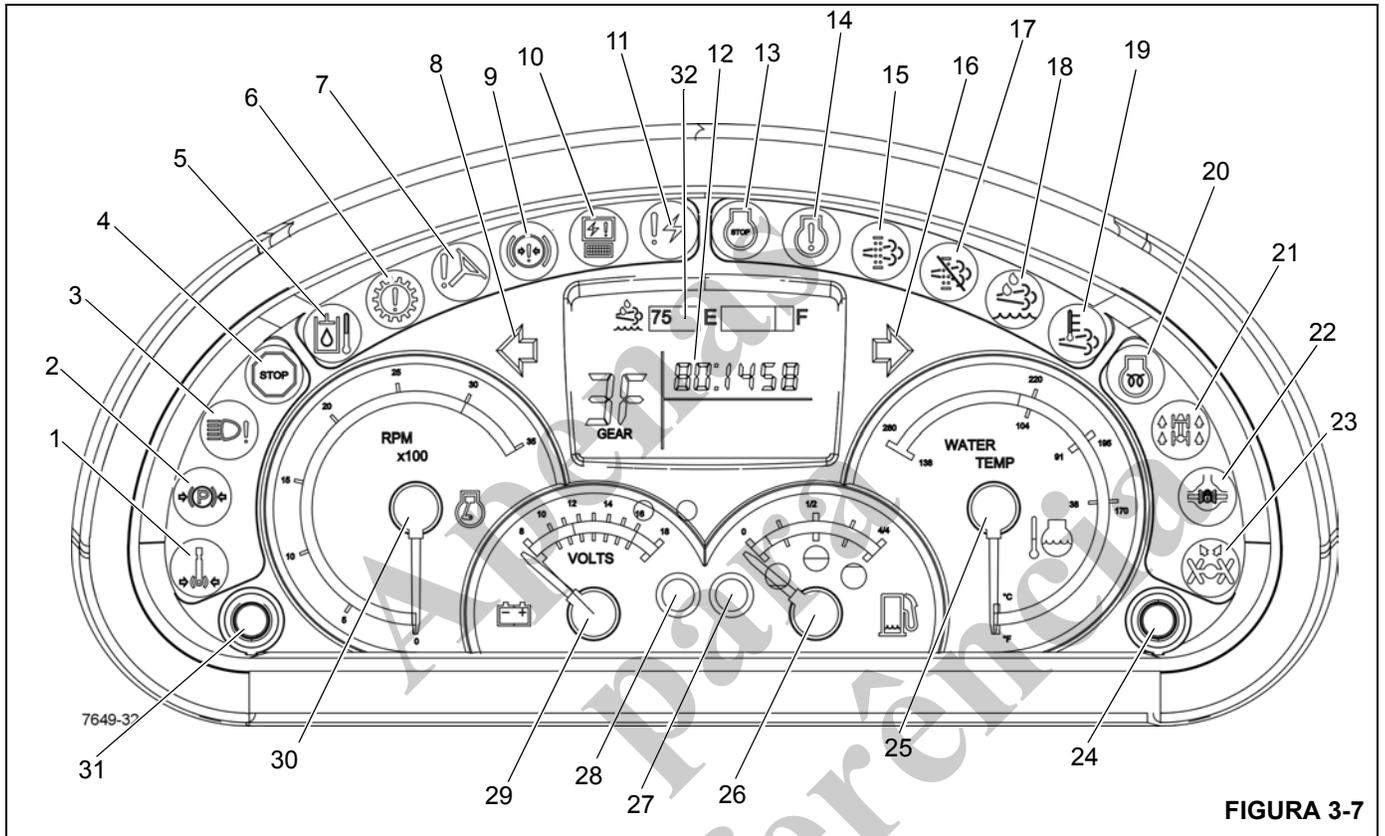

FIGURA 3-7
Números dos itens da Figura 3-7
O indicador do freio de giro acionado (1) (Figura 3-7) localiza-se no mostrador de indicadores da coluna de direção. Ele acende em vermelho quando o freio de giro do motor de giro da plataforma rotativa estiver acionado impedindo a rotação da superestrutura do guindaste.
O indicador do freio de estacionamento acionado (2) (Figura 3-7) localiza-se no mostrador de indicadores da coluna de direção. Ele acende em cor vermelha quando o freio de estacionamento for acionado.
O indicador de defeito nos faróis (3) (Figura 3-7) localiza-se no mostrador de indicadores da coluna de direção. Ele acende em âmbar quando os faróis dianteiros do guindaste estiverem defeituosos.
O indicador de parada de emergência (4) (Figura 3-7) localiza-se no mostrador de indicadores da coluna de direção. Ele acende em vermelho quando a chave de parada de emergência for pressionada (consulte *Chave de parada de emergência*, página 3-18) e uma campainha de aviso é acionada.
O indicador de temperatura do óleo hidráulico alta (5) (Figura 3-7) localiza-se no mostrador de indicadores da coluna de direção. Ele acende em vermelho quando a temperatura do óleo hidráulico ultrapassa 93°C (200°F); uma campainha de atenção também é acionada. Quando este indicador acender, apoie a carga o mais rápido possível, desligue o motor e tente identificar a causa da alta temperatura do óleo hidráulico.
O indicador de atenção da transmissão (6) (Figura 3-7) localiza-se no mostrador de indicadores da coluna de direção. Ele acende em vermelho quando a temperatura do óleo da transmissão estiver alta. Uma campainha de atenção também soará.
O indicador de baixa pressão da direção (7) (Figura 3-7) localiza-se no mostrador de indicadores da coluna de direção. Ele se ilumina com a cor vermelha quando a pressão hidráulica está baixa. Uma campainha de atenção também soará.
O indicador da sinaleira direcional esquerda (8) (Figura 3-7) localiza-se no mostrador de indicadores da coluna de direção. É uma luz verde em forma de seta que pisca quando a alavanca da sinaleira direcional é empurrada para baixo ou a chave da luz de perigo é ligada.
O indicador de pressão do freio baixa (9) (Figura 3-7) localiza-se no mostrador de indicadores da coluna de direção. Ele acende em vermelho quando a pressão na válvula de carga do acumulador duplo cai abaixo dos requisitos normais de operação. Uma campainha de atenção também soará.
O indicador do módulo eletrônico (10) (Figura 3-7) localiza-se no mostrador de indicadores da coluna de direção. Se qualquer dos módulos eletrônicos estiver off-line e sem comunicação com o sistema, o indicador acende em vermelho.
O indicador de diagnóstico do sistema eletrônico (11) (Figura 3-7) localiza-se no mostrador de indicadores da coluna de direção. O indicador é uma luz vermelha usada para detecção e resolução de problemas do sistema do barramento CAN.
O mostrador de LCD (12) (Figura 3-7) localiza-se no mostrador de indicadores da coluna de direção. O mostrador indica a marcha de transmissão em uso, códigos de falha, nível de DEF e a versão do software principal.
O indicador de parada do motor (13) (Figura 3-7) localiza-se no mostrador de indicadores da coluna de direção. Ele acende em vermelho quando um sinal é enviado do ECM do motor. Além disso, uma campainha de atenção também soará.
O indicador de atenção do motor (14) (Figura 3-7) localiza-se no mostrador de indicadores da coluna de direção. Ele acende em âmbar quando um sinal é enviado do ECM do motor.
O indicador de limpeza do sistema de escape (15) (Figura 3-7) localiza-se no mostrador de indicadores da coluna de direção. Esse indicador acende em âmbar quando o Tubo de decomposição enche de fuligem e necessita de limpeza.
O indicador da sinaleira direcional direita (16) (Figura 3-7) localiza-se no mostrador de indicadores da coluna de direção. É uma luz em forma de seta verde que pisca quando a alavanca da sinaleira direcional é empurrada para cima ou a chave das luzes de perigo é posicionada em ON (Ligada).
O indicador de inibição da limpeza do sistema de escape (17) (Figura 3-7) localiza-se no mostrador de indicadores da coluna de direção. Quando a chave de limpeza do sistema de escape (9) (Figura 3-4) estiver na posição de inibição da limpeza do sistema de escape, o indicador âmbar acende e a limpeza do sistema de escape ativa e manual é impedida.
O indicador do DEF (Fluido do escape de diesel) (18) (Figura 3-7) localiza-se no mostrador de indicadores da coluna de direção. O indicador possui quatro estágios diferentes que são acionados pelo sensor do nível de fluido no tanque do DEF.
*Tanque baixo* - O primeiro aviso ao operador é de que o agente redutor no tanque está baixo. A lâmpada do indicador do DEF (18) permanece acesa continuamente.
*Redução* - O indicador do DEF (18) começa a piscar para avisar o operador de que uma redução será ativada se o tanque do agente redutor não for reabastecido.
*Indução de baixo nível* - O indicador do DEF (18) pisca e o indicador de atenção do motor (14) permanece aceso continuamente. A redução será ativada neste estágio.
*Indução grave* - Se o tanque do DEF (18) ficar vazio, a operação do guindaste ficará restrita. O indicador do DEF (18) pisca e o indicador de parada do motor (13) acende em vermelho.
O indicador de HEST (Temperatura do sistema de escape alta) (19) (Figura 3-7) localiza-se no mostrador de indicadores da coluna de direção.